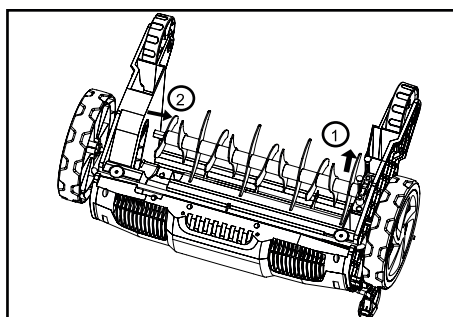

Рис.6
4. Выньте шестигранную гайку из гнезда ведущего вала и снимите подшипник с опоры с помощью болтов (рис.6).